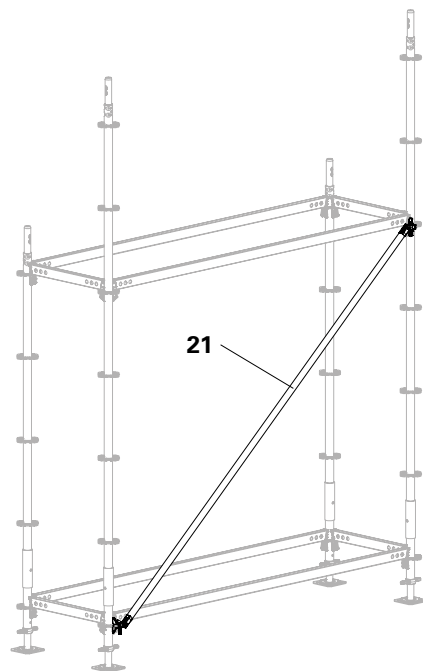

Abb. A4.02
- Horizontaldiagonale ist montiert. (Abb. A4.02)